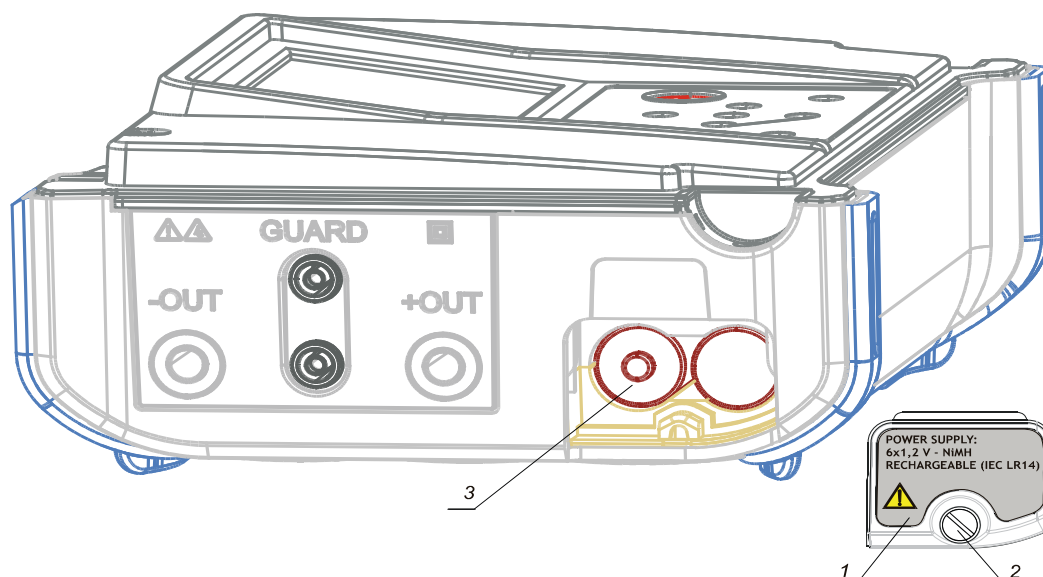

Bild 32. Korrekte Polung der eingesetzten Batterien
Die Batteriezellen befinden sich im unteren Teil des Gerätegehäuses unter der Batterieabdeckung (siehe **Bild 32**). Beim erstmaligen Einsetzen der Batterien beachten Sie bitte Folgendes:
- ◆ **Setzen Sie die Batterien korrekt ein (siehe **Bild 32**), sonst funktioniert das Prüfgerät nicht!**
Die Batteriezellen sind im unteren Teil des Gerätegehäuses unter der Batterieabdeckung untergebracht (siehe **Bild 32**). Falls die Batterien defekt werden, beachten Sie bitte Folgendes:
- ◆ **Setzen Sie die Batterien korrekt ein (siehe **Bild 32**), sonst funktioniert das Prüfgerät nicht, und die Batterien können sich entladen!**
Die Versorgungs-Nennspannung beträgt 7,2 V Gleichspannung. Verwenden Sie sechs NiMH-Zellen einer Größe, die IEC LR14 entspricht (Maße: Durchmesser = 26 mm, Höhe = 46 mm). Korrekte Polung der Batterien: siehe folgendes **Bild 32**.